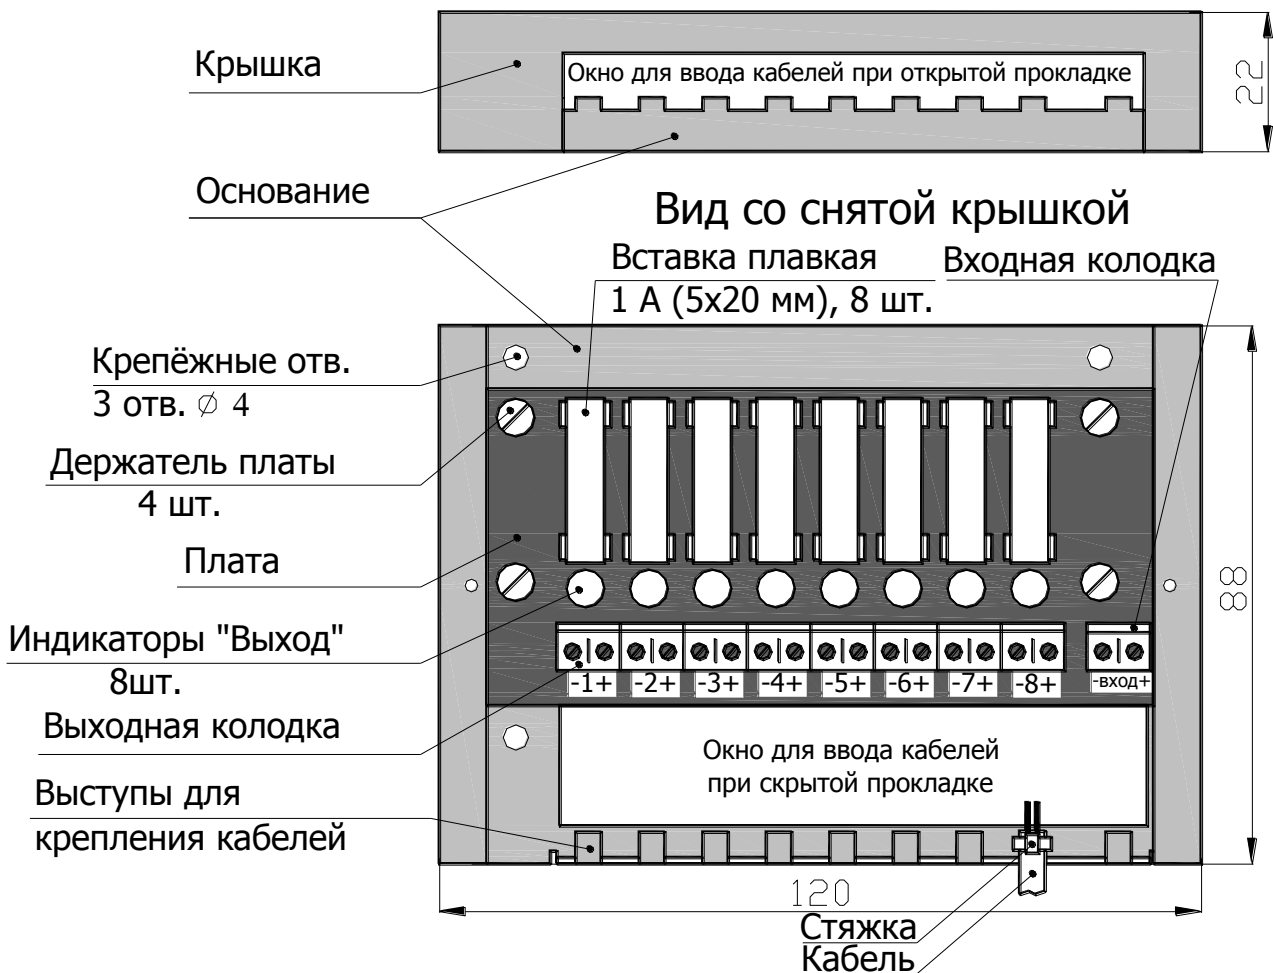

Рисунок 1. Общий вид УРП-1-8 и способ крепления кабеля при открытой прокладке
1.4 В базовом варианте устройство имеет стальной окрашенный корпус (см. рисунок 1). Устройство может поставляться без корпуса.